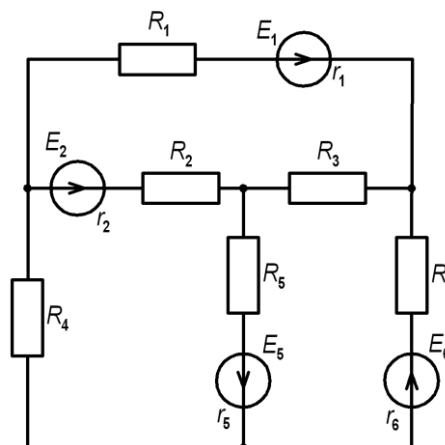

Рис. 2.
**Задача 2.** Для схемы сложной электрической цепи (рис. 2) требуется: